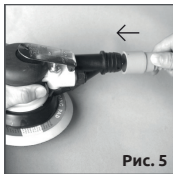

Рис. 5
- Подсоедините шланг для отвода пыли к фитингу отвода воздуха и плотно закрепите его. (См. рис. 5).